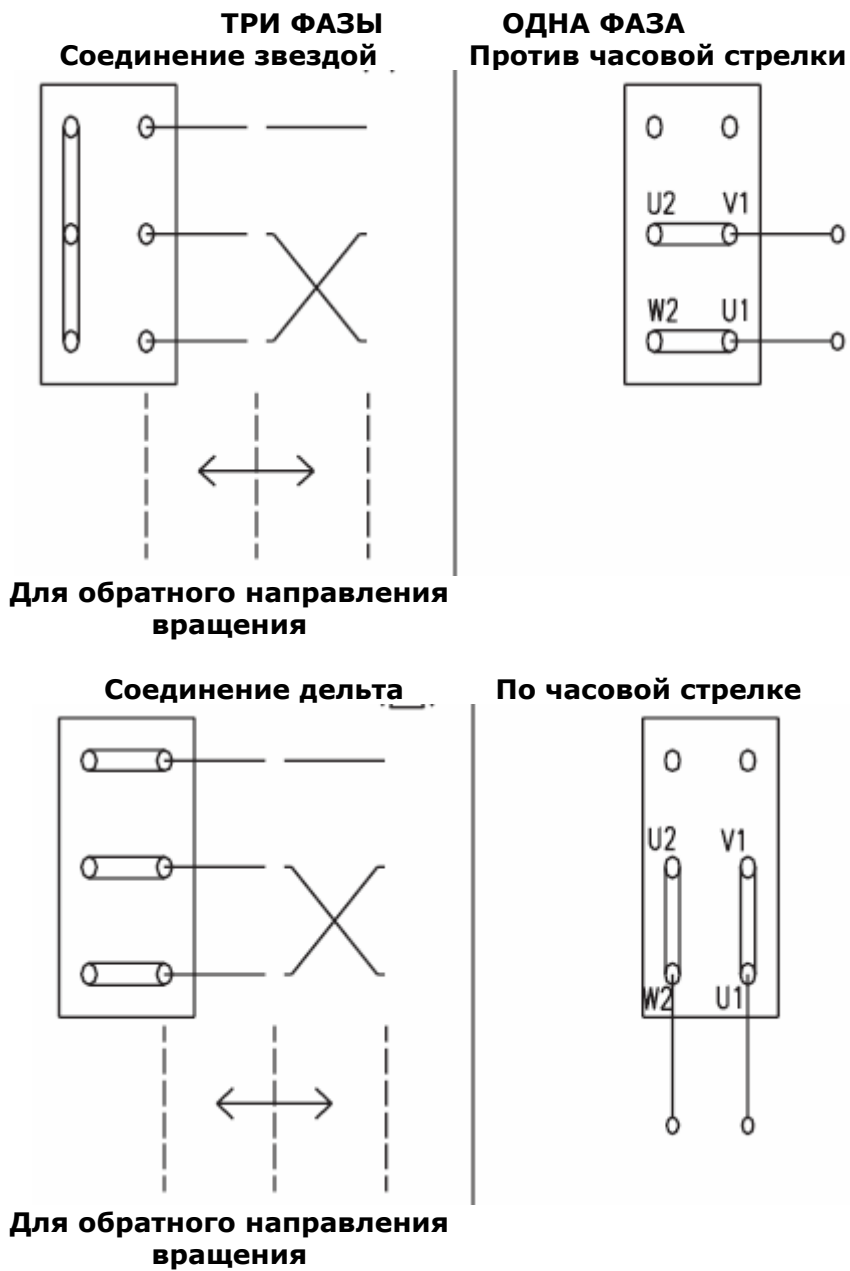

Рис. 17
- Проконсультируйтесь с квалифицированным электриком (Рис. 17)